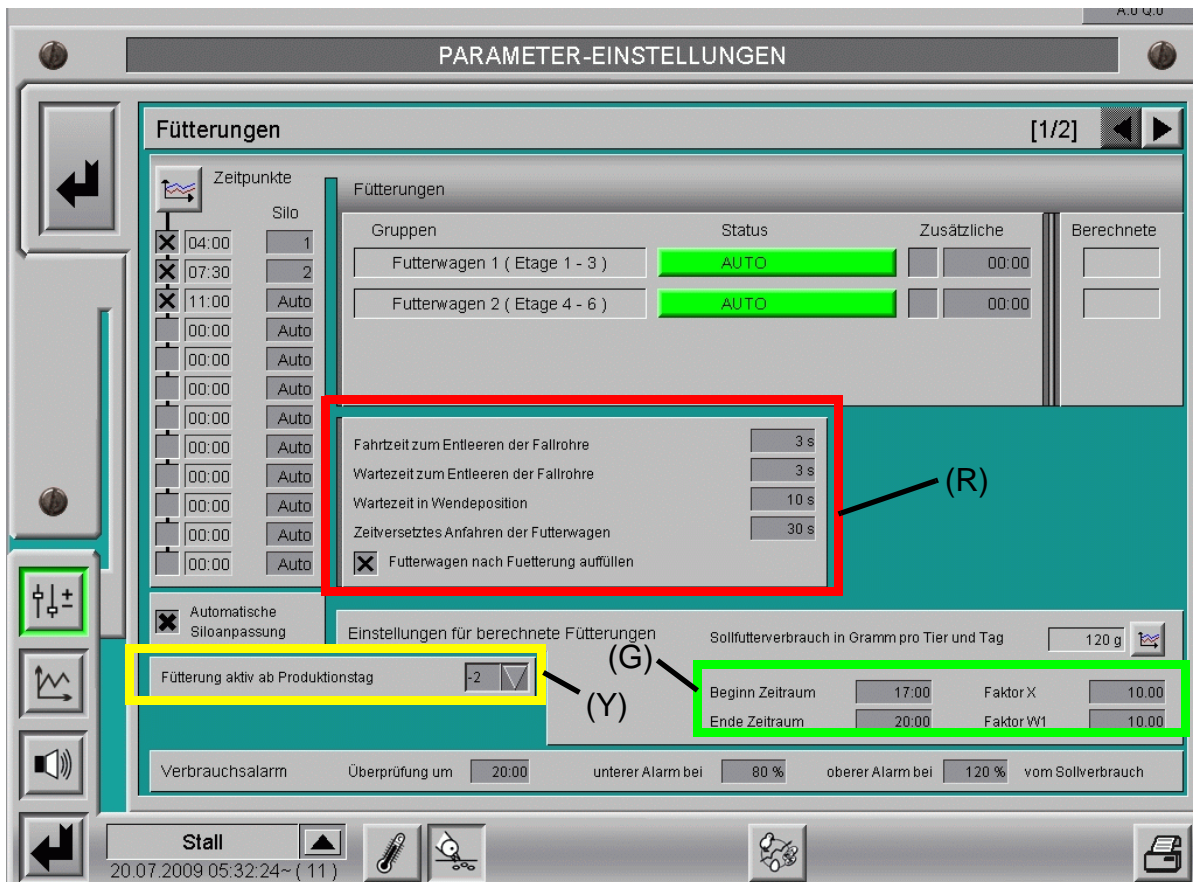

Bild 4-8: Zeitraum der letzten Fütterung begrenzen
Um die Futtertröge aber dennoch vorab zu füllen, damit die Tiere direkt bei der Einstellung fressen können, kann in dem gelb (Y) markierten Feld im Bild 4-8 eine Eingabe gemacht werden. Eine Eingabe von z.B. -2 bedeutet, dass die Futtertröge 2 Tage vor der Einstellung gefüllt werden.